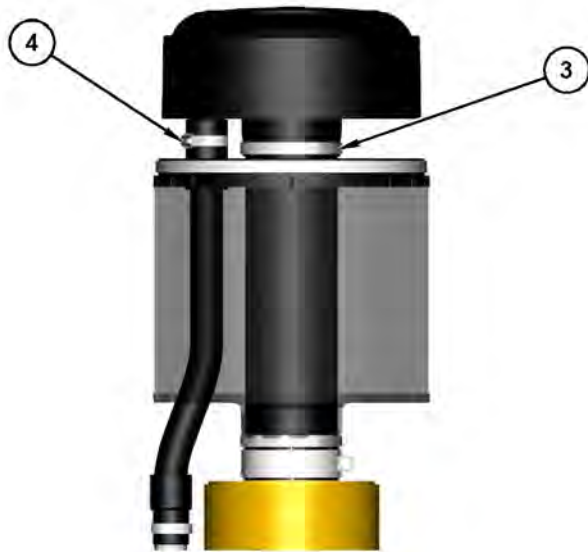

Ilustración 223
4. Quite los seis tornillos (5) que mantienen unidos los componentes del conjunto de antefiltro.
5. Desarme el antefiltro, el cual incluye la tapa (8), el deflector superior con empaquetadura (7) y el deflector inferior (6).
8. Reemplace el antefiltro de aire del motor en el tubo de metal. Instale las abrazaderas de retención en el antefiltro y en la manguera de barrido. Consulte la ilustración 223 .